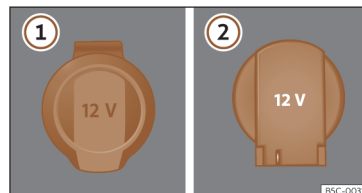

Fig. 141 Priza electrică de 12 V: ① în cotie-
- Ridicați capacul prizei electrice» fig. 141
①.
- Ridicați capacul prizei electrice»» fig. 141 ②.